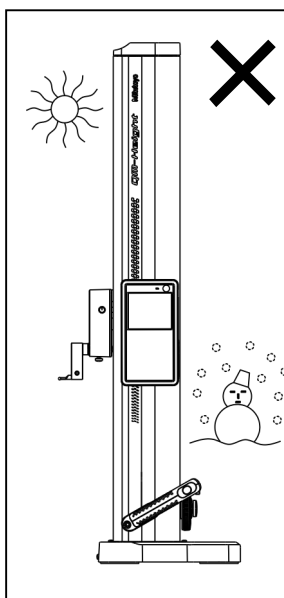

Fig. 2
- Nu utilizați acest instrument în locații unde va fi expus la lumina directă a soarelui sau la un curent de aer cald. (Fig.2)